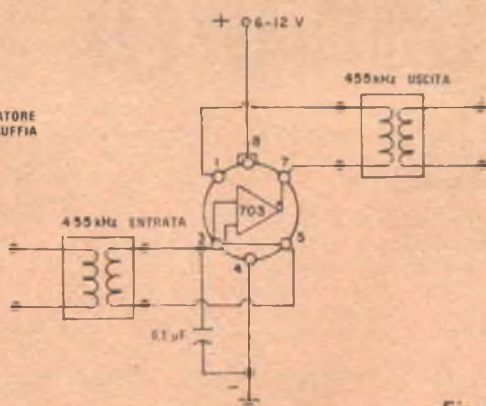

Fig. 4
**4) Amplificatore FI a 455 kHz** - Nella fig. 4 è illustrato lo schema di un amplificatore FI a 455 kHz, realizzato con componenti facilmente reperibili. Collegando in serie parecchi di questi amplificatori FI ad alto guadagno, si può realizzare un amplificatore FI completo da usare in un ricevitore. La polarizzazione interna ed il guadagno limitato del 703 riducono la necessità di disaccoppiamento quando parecchi stadi vengono collegati in serie.